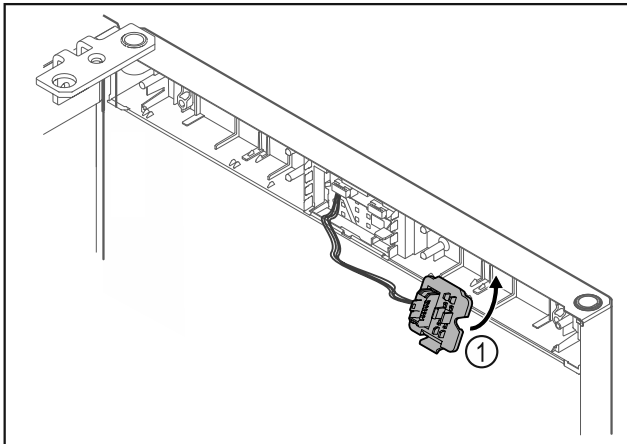

Fig. 19
- Tryck fast kontakthållaren Fig. 19 (1) på den motsatta sidan.